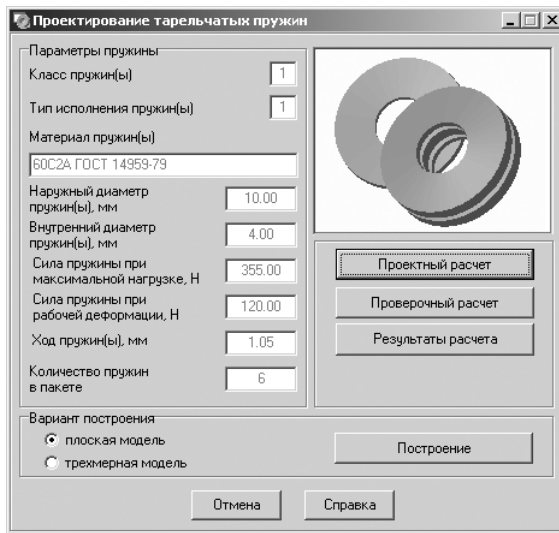
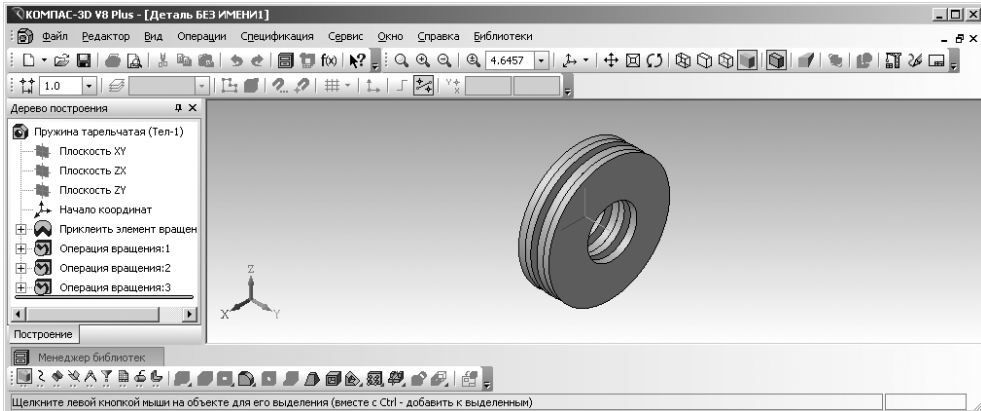

Рис. 4.61. Главное окно системы **Проектирование тарельчатых пружин**
Рис. 4.68. Изображение трехмерной модели тарельчатой пружины
- щелкните в диалоговом окне **KOMPAS-SPRING** по кнопке **Да**. Появится главное окно системы **Проектирование тарельчатых пружин**, см. рис. 4.61.
В окне системы **Проектирование тарельчатых пружин** (см. рис. 4.61) в разделе **Вариант построения** представлены два переключателя, которые позволяют указать, плоская или трехмерная модель тарельчатой пружины должна быть построена в поле чертежа КОМПАС-3D.
- щелкните в главном окне системы **Проектирование тарельчатой пружины** (см. рис. 4.61) в разделе **Вариант построения** по переключателю **плоская модель** для его включения;
- щелкните в главном окне системы **Проектирование тарельчатой пружины** (см. рис. 4.61) по кнопке **Построение**. Появится диалоговое окно **Параметры построения** с типом чертежа – **Деталировочный чертеж** по умолчанию, см. рис. 4.62;
- щелкните в главном окне системы **Проектирование тарельчатой пружины** (см. рис. 4.61) по кнопке **Построение**. Появится диалоговое окно **Параметры построения** (см. рис. 4.62);
- щелкните в объекте спецификации по кнопке **ОК**. Объект исчезнет с экрана, и вновь появится система **Проектирование тарельчатых пружин** (см. рис. 4.61).
- щелкните в главном окне системы **Проектирование тарельчатых пружин** (см. рис. 4.61) в разделе **Вариант построения** по переключателю **трехмерная модель** для его включения;
- щелкните в главном окне системы **Проектирование тарельчатых пружин** (см. рис. 4.61) по кнопке **Построение**. Появится графическое изображение трехмерной модели только что рассчитанной тарельчатой пружины, см. рис. 4.68.